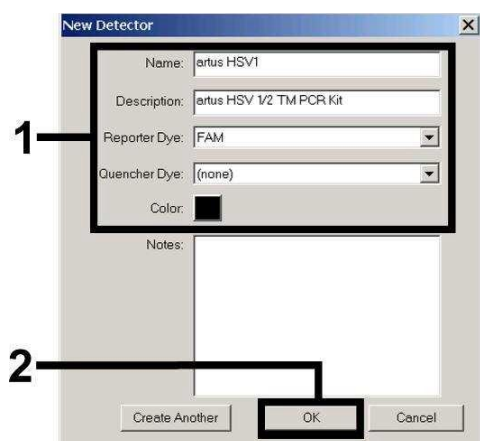
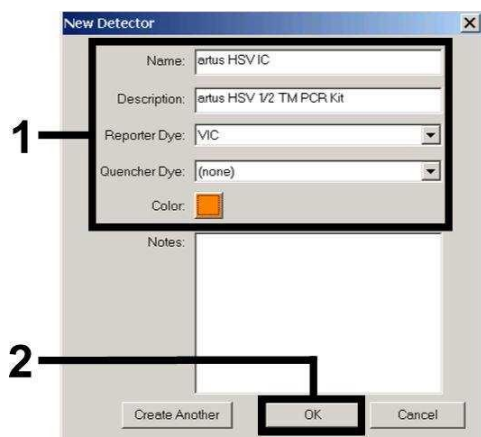
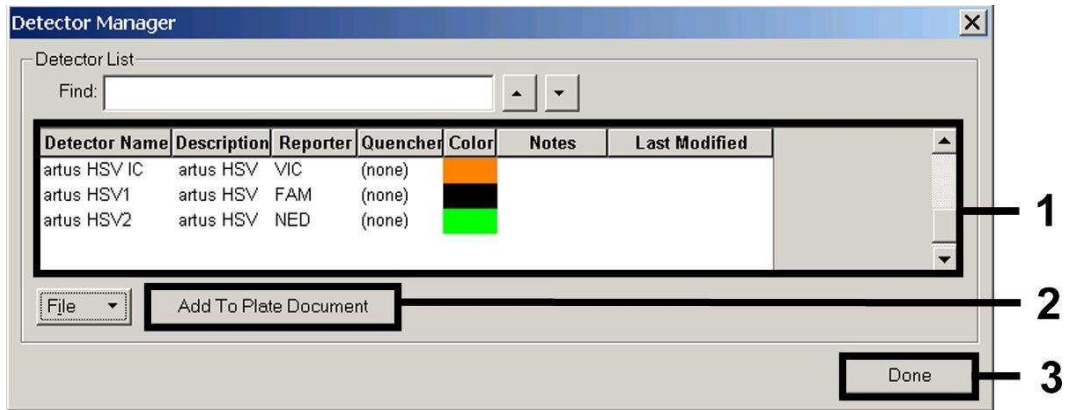

Fig. 4: Framtagning av HSV-1 specifik detektor (*Detector Manager*).
Fig. 6: Framtagning av IC-specifik detektor (Detector Manager) hos HSV-1/HSV-2.
Fig. 7: Val av detektorer (*Detector Manager*).
I det fönster som nu visas definierar du (motsvarande Fig. 4 - Fig. 6) för detektion av HSV-1-DNA resp. HSV-2-DNA Reporter/Quencher-kombinationen **FAM/none** resp. **NED/none**, för detektion av *Internkontroll* väljer du kombinationen **VIC/none**. Genom att bekräfta uppgifterna (OK) kommer du tillbaka till *Detector Manager*. Markera de framtagna detektorerna och för över varje urval till *Well Inspector* (se Fig. 7) genom att klicka på alternativet *Add to Plate Document*. Stäng fönstret (*Done*).